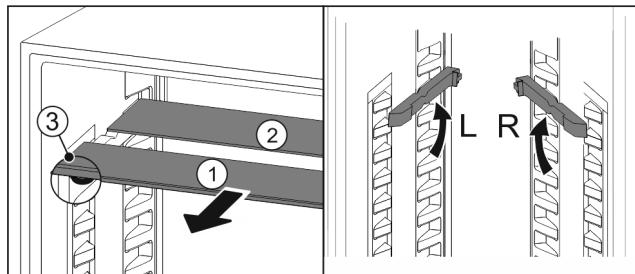

Fig. 127
- Издърпайте Fig. 127 (1) поотделно стъклените плохи напред.
- Стъклената плоча Fig. 127 (1) с декоративната лайстна е отпред.
- Ограничителите Fig. 127 (3) сочат надолу.